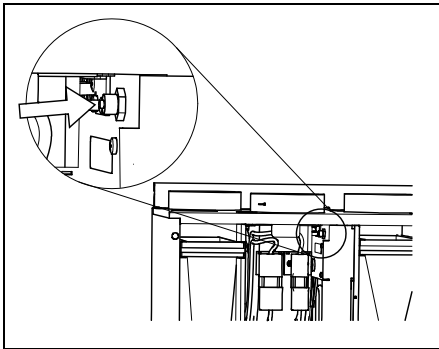

Fig.9
- Kontroller om branntermostat er slått ut. Resettes med trykk på rød bryter i aggregatet (Fig 9).